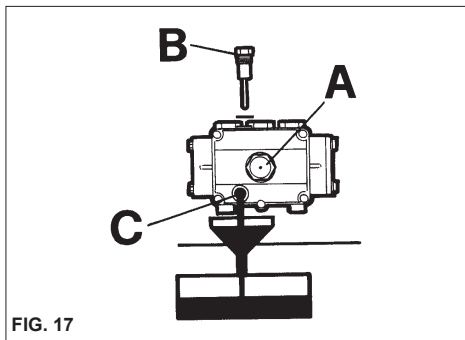

FIG. 17
- 2) Dévisser le bouchon de la tige de contrôle de niveau (fig. 17).